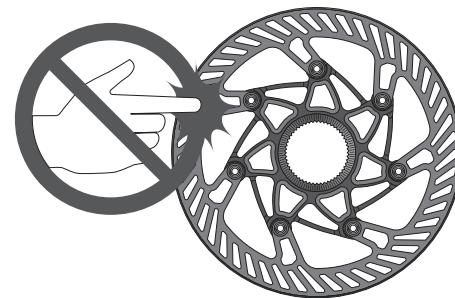

Fig.1
• Non toccate mai rotore del freno a disco, anche quando la bicicletta è ferma. Il rotore stesso può essere molto caldo e potrebbe causarvi gravi ustioni. Vi ricordiamo di prestare la massima attenzione anche quando la bicicletta è in movimento poiché il rotore affilato potrebbe causare lesioni gravi alle dita, nel caso in cui dovessero essere inserite nelle aperture del rotore in movimento (Fig.1).